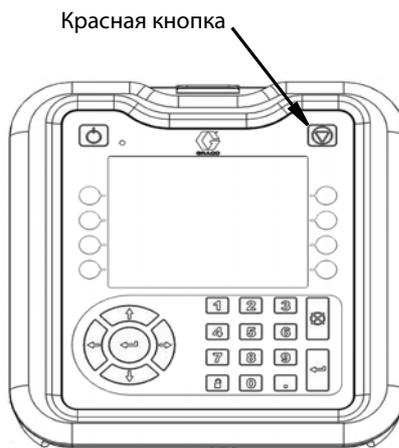

Рис. 19
3. Отключите ADM, нажав красную кнопку, расположенную в правом верхнем углу. См. Рис. 19.